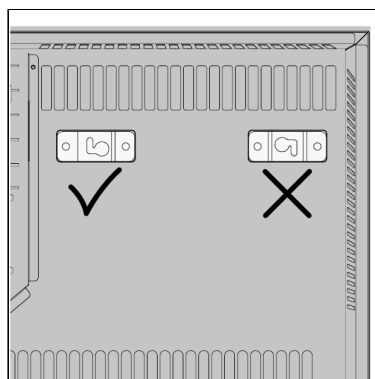

Figur 93.
5. Enheden skal anbringes på en vandret og solid overflade. Brug et vaterpas, når du placerer enheden (Figur 93, pos. 1).
6. Anbring enheden med en minimumsafstand (Figur 93) på: